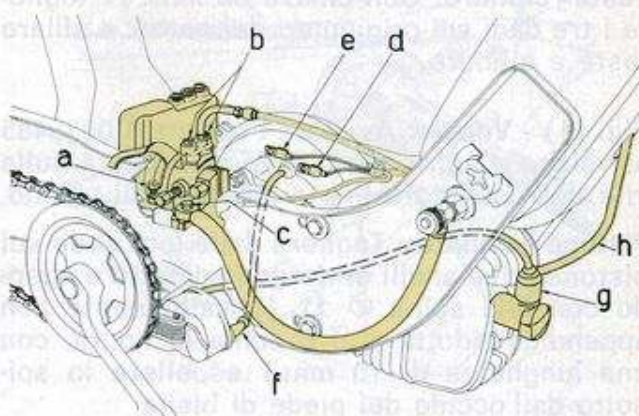
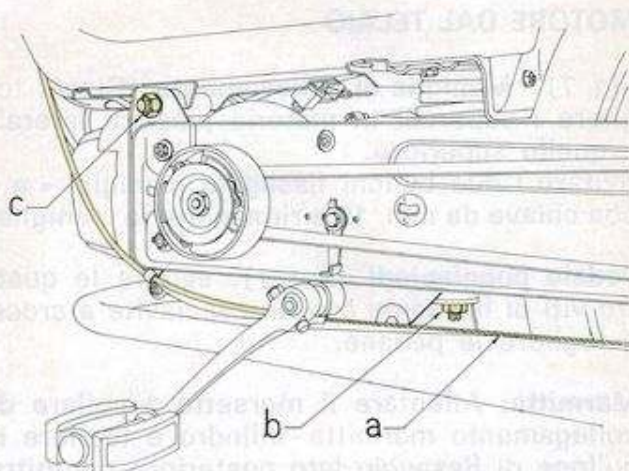

Fig. 8 - Smontaggio carburatore e comandi
Fig. 10 - Rimozione braccio supporto motore
N. B. - Per i Boxer: le norme relative alla rimozione del motore illustrate con le fig. 8 e 9 di pag. 9, valgono per il ciclomotore « Boxer » solo nel caso di intervento limitato al gruppo motore; se invece si deve eseguire lo smontaggio completo del veicolo, operare come in fig. 8 e procedere allo smontaggio del gruppo **braccio oscillante - motore** (ved. fig. 10); disancorare dalla levetta comando ganascia freno posteriore la trasmissione « a », svitare il dado « b » di ancoraggio inferiore ammortizzatore, svitare il dado « c » e sfilare il bullone di collegamento al telaio.